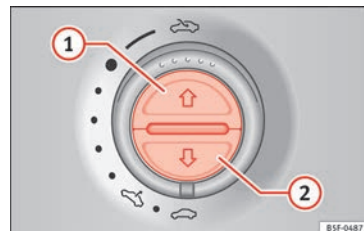

Bild 138 På det inre takfodret: knappar för soljalusierna.
Öppna komplett (automatisk funktion)	Tryck snabbt på knappen » bild 138 ①.
- *Soljaluser:* Inom fem sekunder efter att klämskyddsfunktionen har aktiverats trycker du på knappen » **bild 138**  tills solskyddet stängs helt.